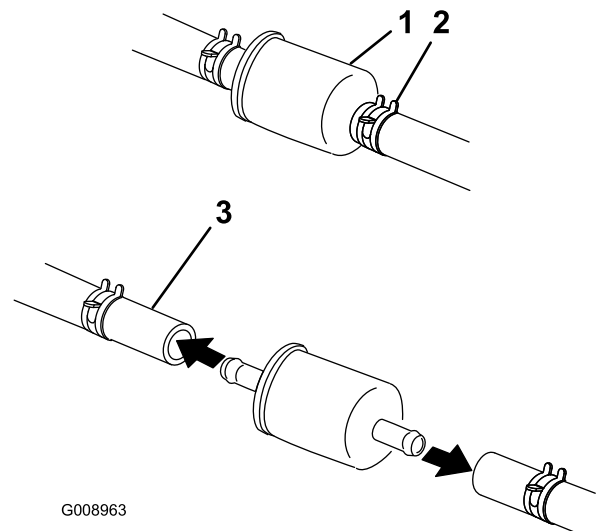

Figure 60
5. Fermez le robinet d'arrivée de carburant sous le siège (Figure 60).
6. Pincez les extrémités des colliers et faites-les glisser pour les éloigner du filtre (Figure 60).
8. Posez un filtre neuf et rapprochez les colliers de fixation du filtre (Figure 60).